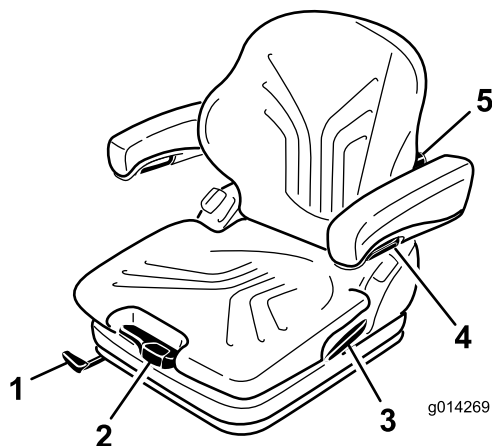

Figure 11
Le siège est réglé pour le poids du conducteur en tirant ou en poussant le levier de réglage correspondant (Figure 11).
1. Levez le levier pour débloquer et régler le siège (Figure 11).
En tournant le bouton de réglage vers le haut, vous pouvez régler le renflement de la partie supérieure du dossier. En tournant le bouton vers le bas, vous pouvez régler le renflement de la partie inférieure du dossier (Figure 11).
Pour régler la hauteur des accoudoirs, séparez le cache rond (Figure 11) du couvercle, desserrez l'écrou hexagonal (13 mm) qui se trouve derrière, réglez les accoudoirs à la position voulue puis resserrez l'écrou. Replacez la cache sur l'écrou.
Pour régler l'angle des accoudoirs, tournez le bouton de réglage (Figure 11).
Tirez sur le levier pour libérer le verrou du dossier (Figure 11). Lorsque le verrou est libéré, ne vous appuyez pas contre le dossier.